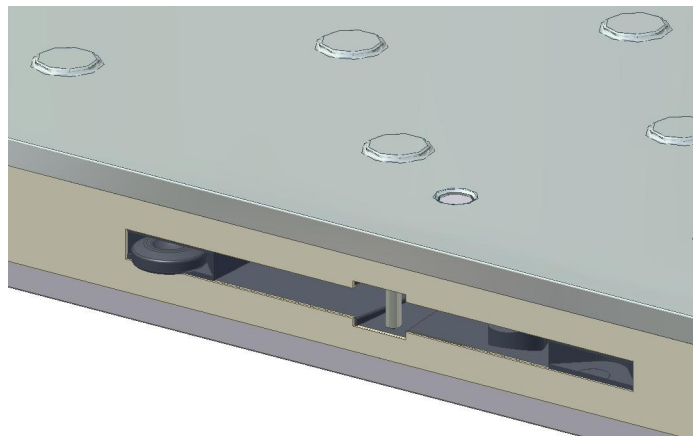

Abb. 1
- Vor der Montage der Wände muß man ein Abstimmungsstück in den Riegeln setzen. Die Funktion dieser Stücke besteht darin, eine richtige Abstimmung der Riegel zu erlauben. Man muß nur ein Stück auf jedem Paar Riegel setzen (Abb. 1).